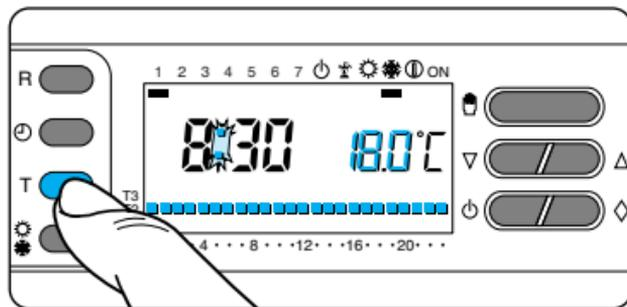

Fig. 64
12.3 - Premere nuovamente il pulsante T (fig. 64) per passare al livello di temperatura successivo.